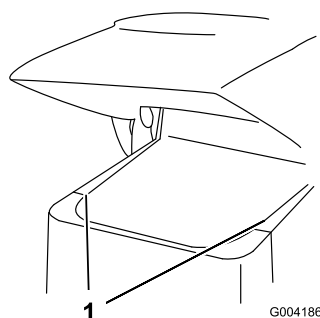

Figura 28
2. Deslice las rejillas laterales (Figura 28) hacia arriba y retírelas de las ranuras de la rejilla delantera y del bastidor.